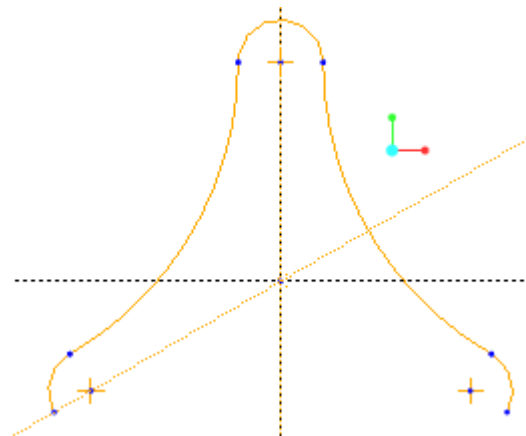

図 5-37 ハンドルのスケッチ 4
- ・「円と点」で円をスケッチする(図 5-37). スケッチ平面の両側に 20mm(片側 10mm)押し出し、材料を削除する.